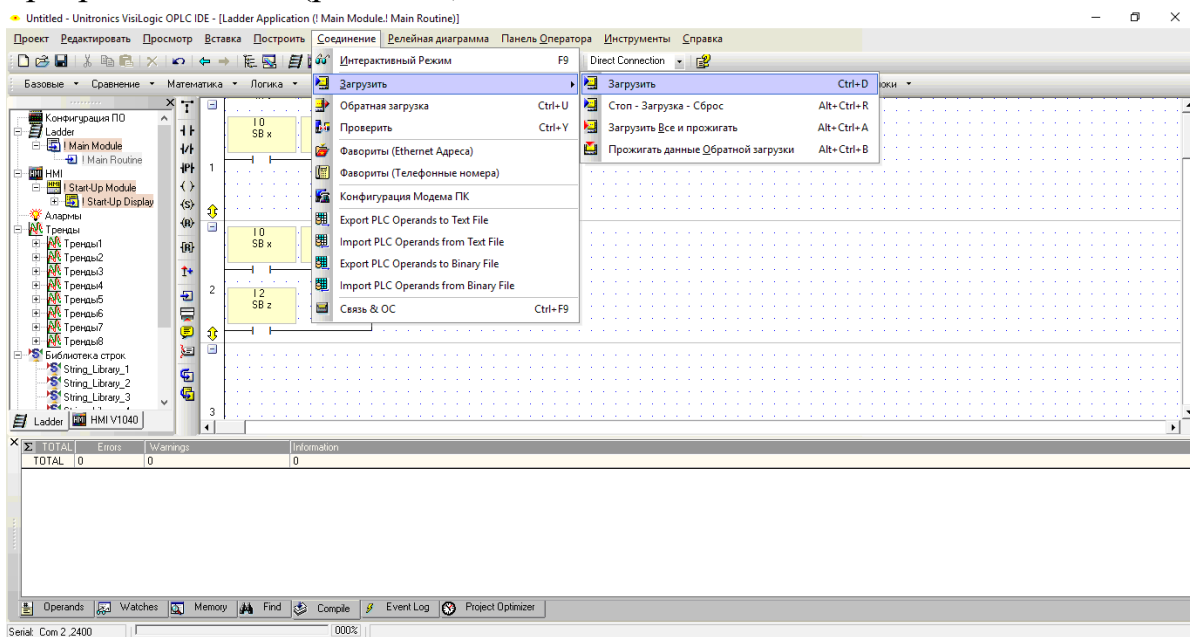

Рис. 1.12. Завантаження програми в ПЛК
11. Після завершення написання програми та її перевірки сповіщаємо викладача і, після його дозволу, проводимо завантаження програми на ПЛК (рис. 1.12).